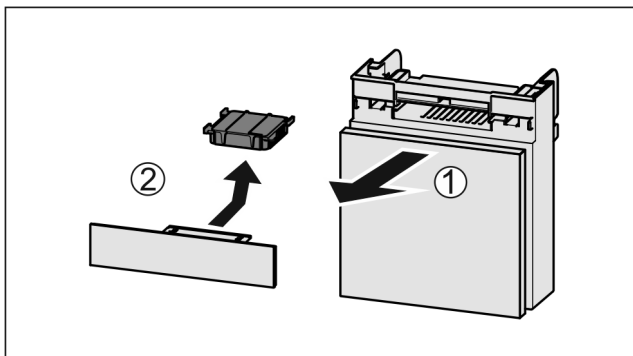

Fig. 111
- ▶ Потягніть Fig. 111 (1) відділення вперед.
- ▶ Витягнути Fig. 111 (2) фільтр з активованого вугілля.